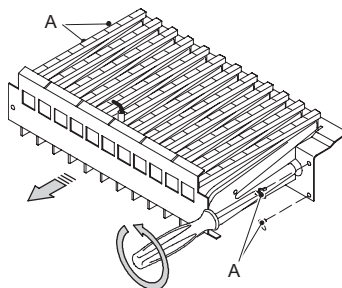

Figura 5.1
- Togliere il pannello anteriore della camera di combustione ed il bruciatore in Figura 5.1.
- Rimontare il bruciatore Figura 5.1, il pannello anteriore della camera di combustione e la parete mobile della camera stagna.